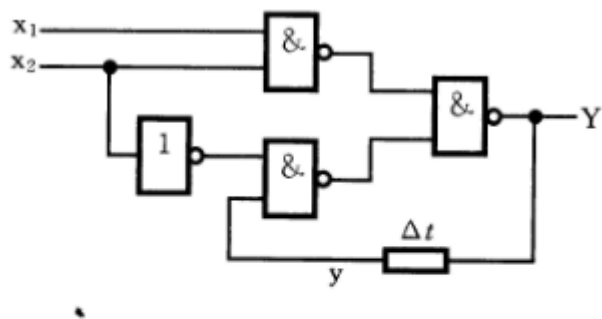

图 6.40 逻辑电路
- 请在Logisim上实现习题6.8的电路（图6.40），并验证该电路的功能。
6.8 分析图 6.40 所示电平异步时序逻辑电路，作出流程表。